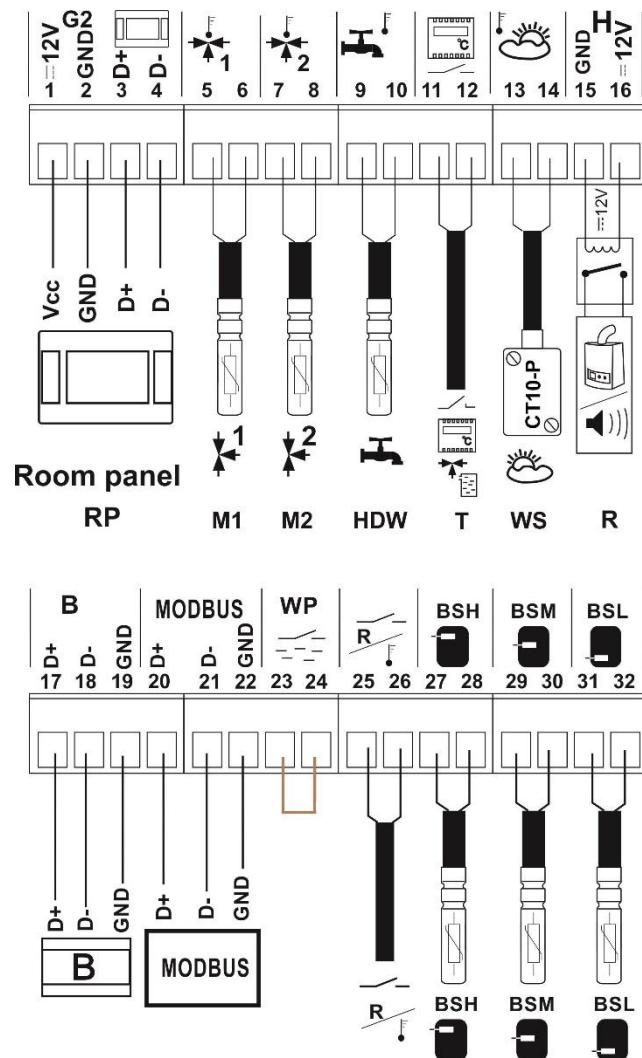

Abbildung 20: Verdrahtungsschema der Sensoren und des Raumbediengeräts
Der Sensor wird über ein Kabel mit einem Mindestquerschnitt von 0,5 mm² und einer maximalen Länge von 25 m angeschlossen. Die Polarität der Drähte ist nicht wichtig. Schließen Sie das freie Ende des Kabels an die Klemmen 13-14 (siehe Abbildung 20) an der linken Wand des Steuergehäuses an.
- den MIX-Temperatursensor an der linken Wand des Steuerschrankes anschließen (siehe Abbildung 20)
Schließen Sie den Thermostat an die Klemmen 11-12 (Abbildung 20) an der linken Wand des Reglerschranks an. Nach der Installation muss der Raumthermostat im Menü für die Steuerung der gemischten Heizkreise aktiviert werden: